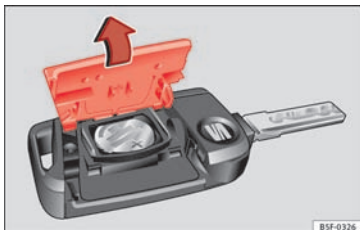

Fig. 132 Bilnøgle: åbning af afdækning til batterirum
- Tag afdækningen på bagsiden af bilnøglen »» Fig. 132 af i pilens retning »» ❶.
- Sæt afdækningen på som vist på billedet »» Fig. 132, og tryk den modsat pilens retning på bilnøglehuset, indtil den går i hak.
❶ FORSIGTIG